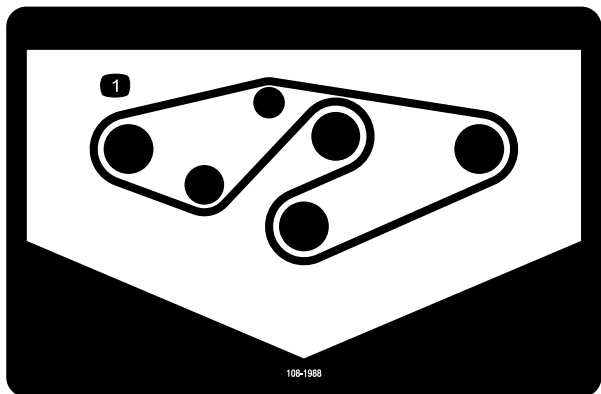

図 35
4. 図のように、スピンドルプーリーとアイドルプーリーに新しいベルトを回しかける (図 35)。